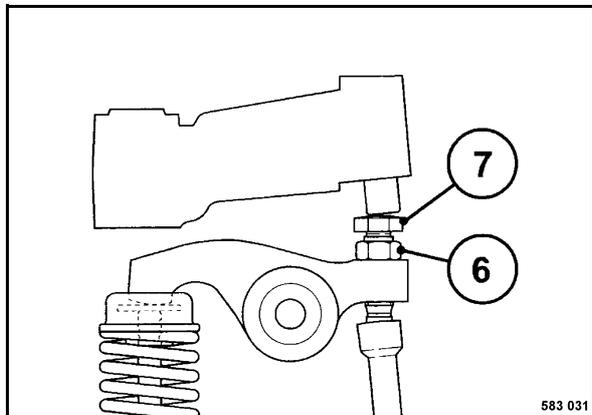

Fig. 200
- Allentare il controdado 6 (Fig. 200).
- Bloccare il disco angolo di rotazione e stringere il controdado 6 (Fig. 200).